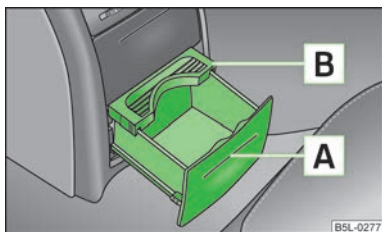

Fig. 66
- Presionar el paramento en la zona **A** » fig. 66 - el soporte de bebidas saldrá hacia fuera.